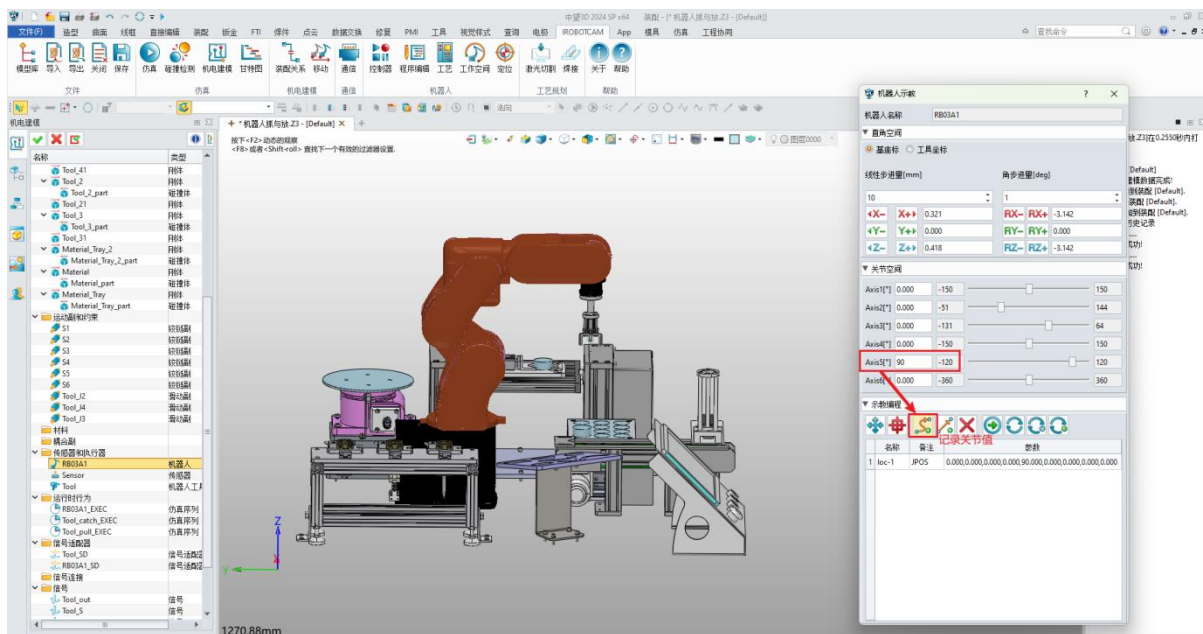

图 10-25: 第一个点
- ◇ 单击“记录关节位置”将此位置标记为第一个点。(图 10-25)